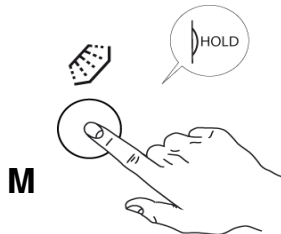

Abb. 32
- 1- Halten Sie den KNOPF "G" - manuelle kalte Nachspülung - während der gesamten Dauer, in der das Geschirr gekühlt werden soll, gedrückt. (Abb. 32)